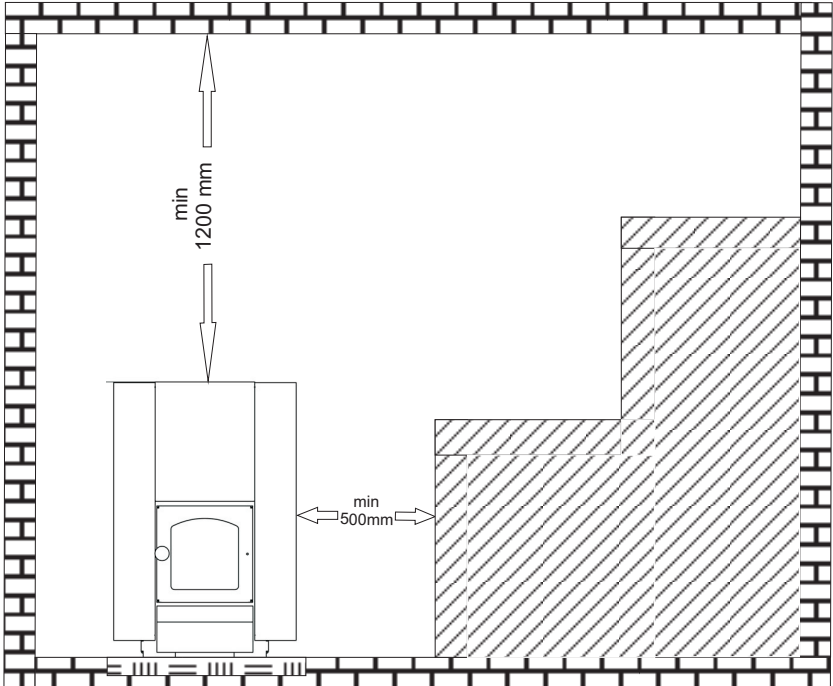

Рис. 2
- відстань від верхньої точки кам'янки до стелі не має бути менше 1200мм. (Рис.2)
- расстояние от верхней точки каменки до потолка не должно быть меньше 1200мм. (Рис.2)